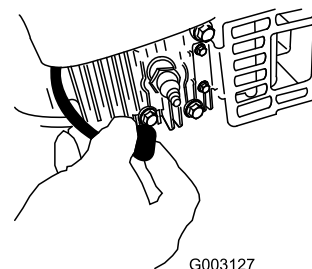

Figura 43
2. Staccate il cappellotto dalla candela (Figura 43) prima di eseguire interventi di manutenzione.